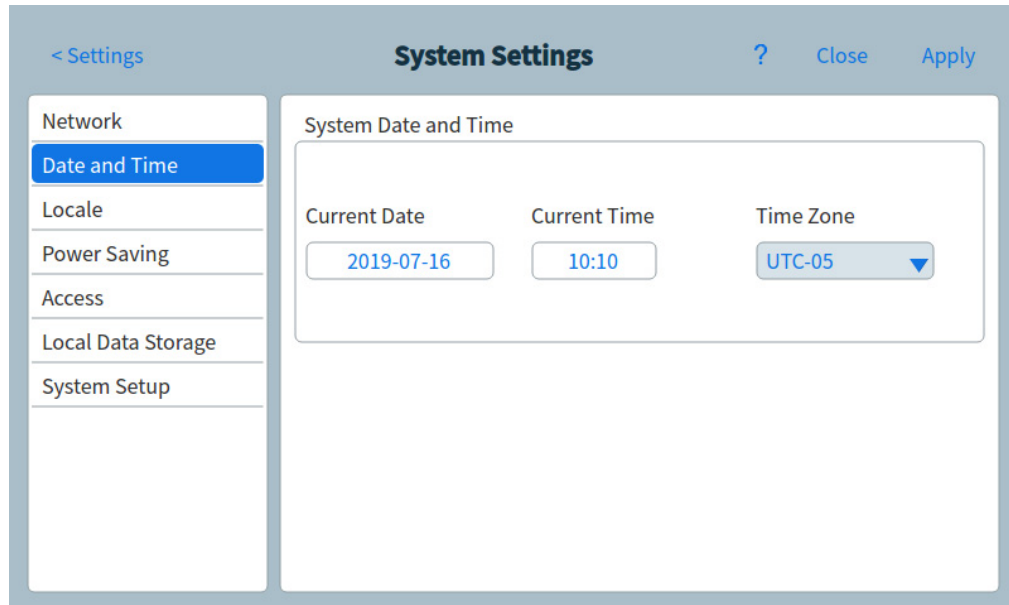

Figura 57. Página de parámetros del sistema
- 1 En la página Parámetros del sistema (System Settings), seleccione el botón de la página **Fecha y hora (Date and Time)**. Se abrirá la página de fecha y hora. Consulte **Figura 57**.